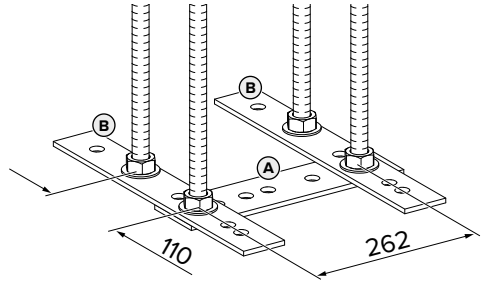
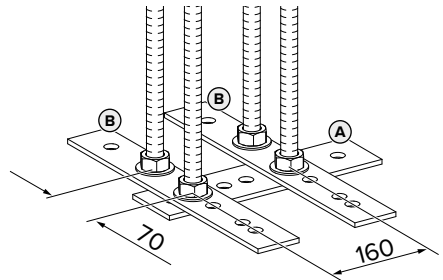

Abb. 1: Dimensiuni [mm]
Abb. 2: Dimensiuni [mm]
- Introduceți tije filetate, respectând dimensiunile în Abb. 1 și Abb. 2 în platbande. Acordați atenție poziționării platbandei (A) și platbandelor (B) în unghi drept (90°).